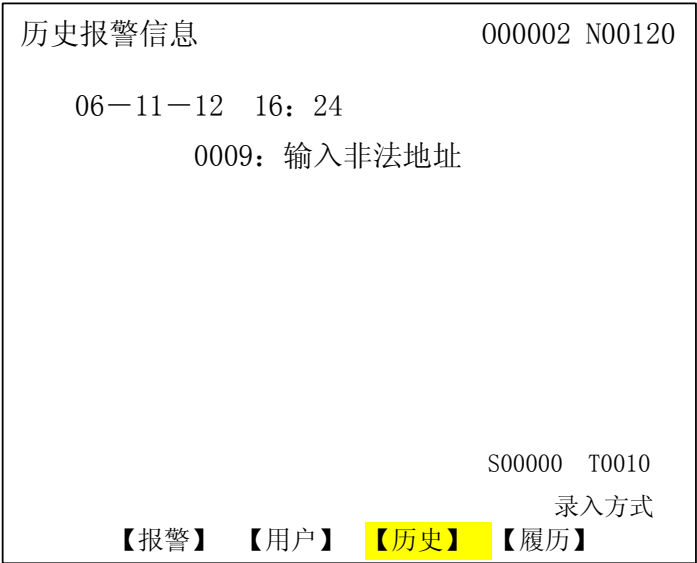

图 3-8-3
3、历史界面 在<报警>界面中按【历史】软键进入历史界面。如图 3-8-3 所示：